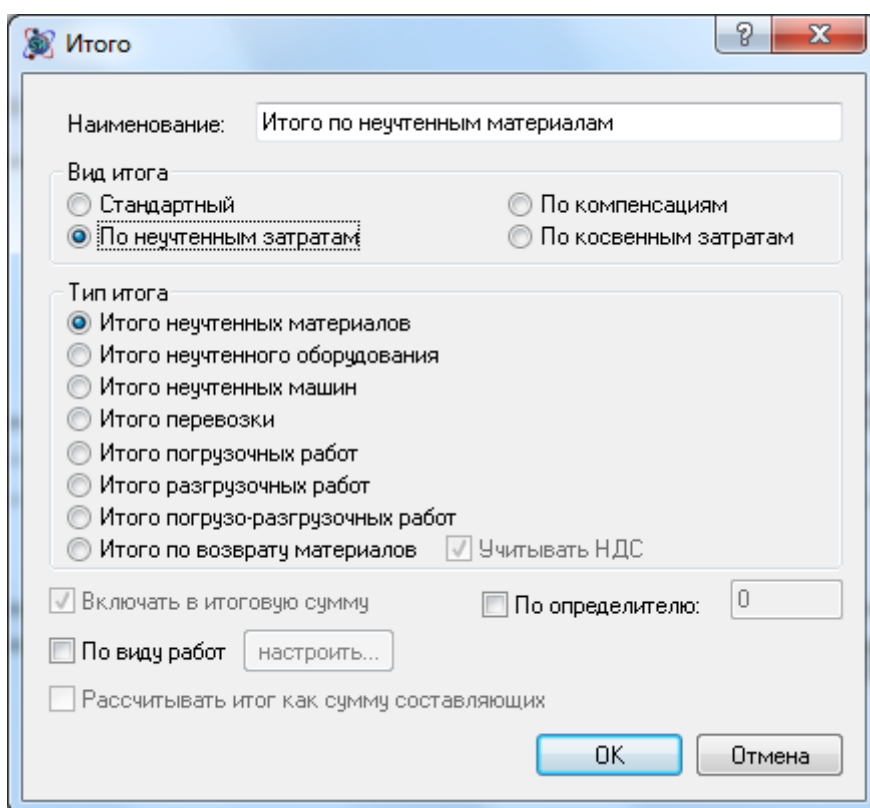

Рис. 4.47 Вид итога по неучтенным затратам, типы итогов
- Вид итога По неучтенным затратам (рис. 4.47), типы итогов: